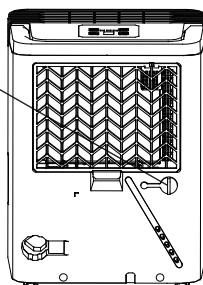
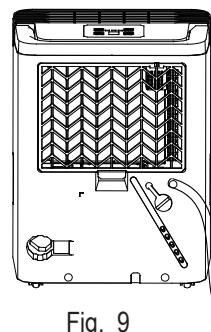

Fig. 8
Fig. 9
- Avlägsna gummidrätspropen från vattenbehållarens slanguttag. Anslut en avloppssläng (ID = 13.5mm) och led den till golvavloppet eller en lämplig dräneringsplats (se Fig.8 och Fig.9).